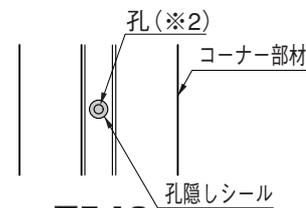

図5-12
- 11 コーナー部材のコーナーカバーを取付けない側の孔(※2)に孔隠しシールを貼り付けて、孔をふさいでください。(図5-12参照)